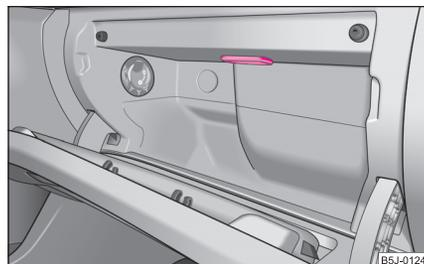

Abb. 188 Leuchte im Ablagefach auf der Beifahrerseite ausbauen
- Ein Messer oder Ähnliches seitlich zwischen Leuchte und Ablagefach schieben ⇒ Abb. 188. Leuchte vorsichtig heraushebeln.